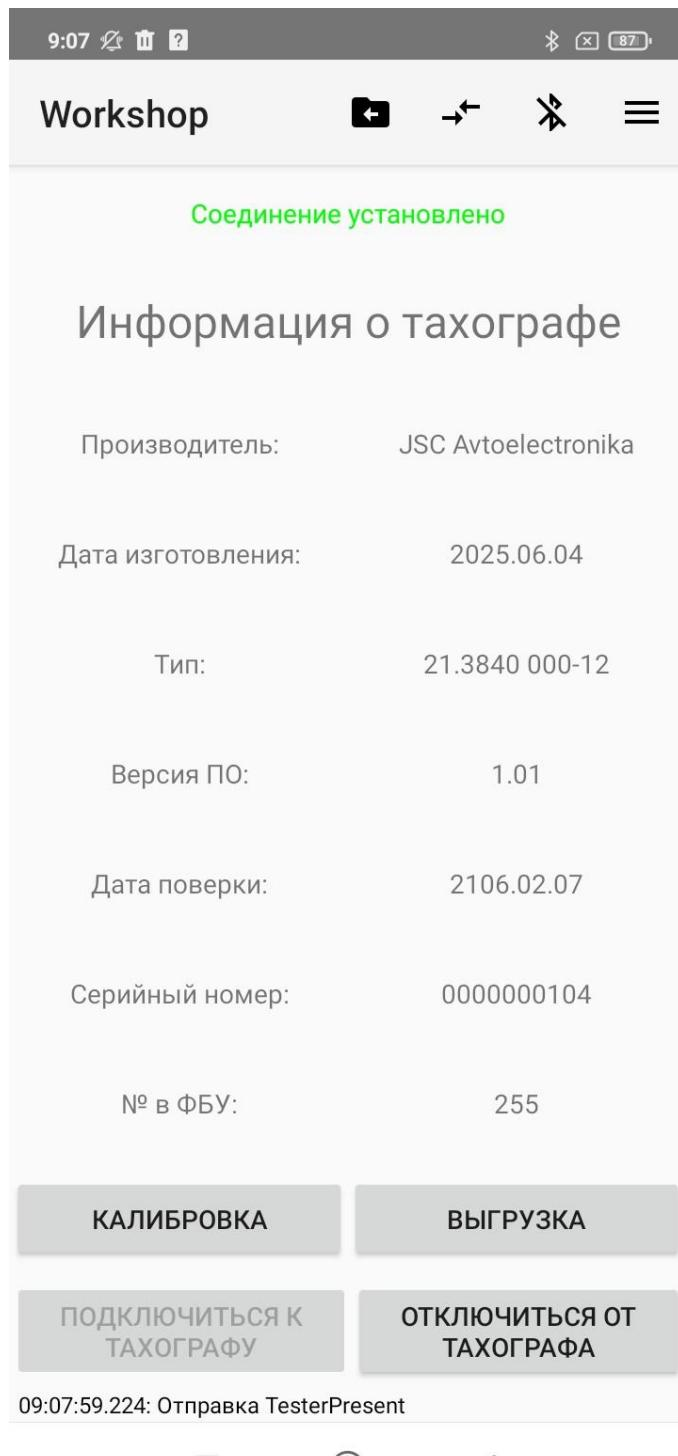

Рисунок 11. Главное меню в рабочий сессии
12. После успешного подключения, необходимо нажать на кнопку «Подключиться к тахографу», после чего данные из тахографа будут прочитаны и станут доступны другие кнопки, рисунок 11.